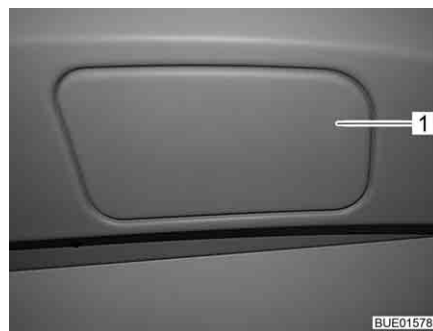
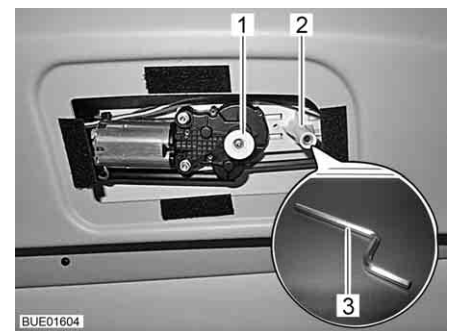

Fig. 35 Cobertura do desbloqueador de emergência
Fig. 36 Desbloqueador de emergência do dispositivo de escurecimento do para-brisas
- Levante a cobertura (Fig. 35,1) do desbloqueador de emergência no tejadilho da cabina do condutor com um objeto chato (por ex., uma moeda).
- Encaixe a chave sextavada (Fig. 36,3) que faz parte do fornecimento com o braço longo no alojamento (Fig. 36,2).
- Premir o botão (Fig. 36,1).
- Puxar o botão (Fig. 36,1) para fora e colocar a tampa (Fig. 35,1).